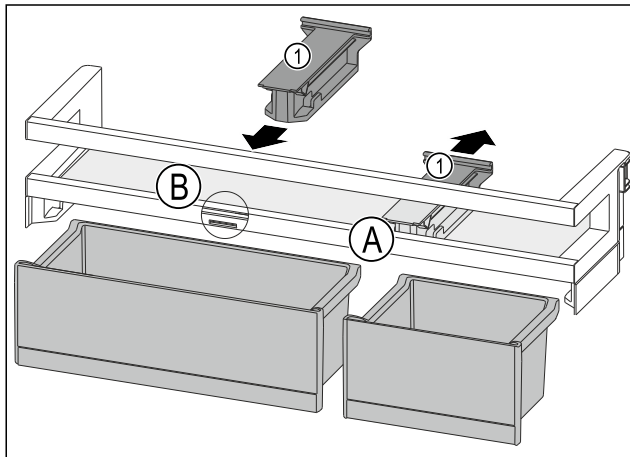

Fig. 172
- ▶ Držalni del Fig. 172 (1) odstranite nazaj v položaj Fig. 172 (A).
- ▶ Držalni del Fig. 172 (1) vstavite v položaj Fig. 172 (B).